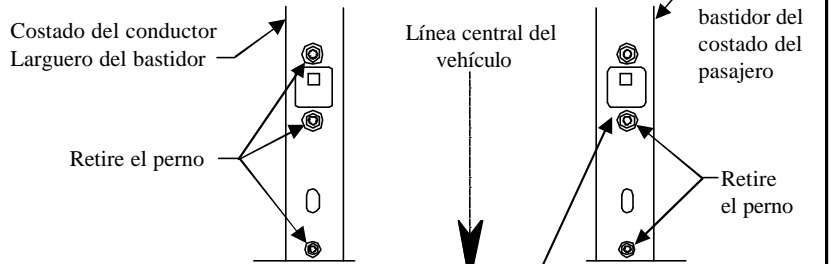
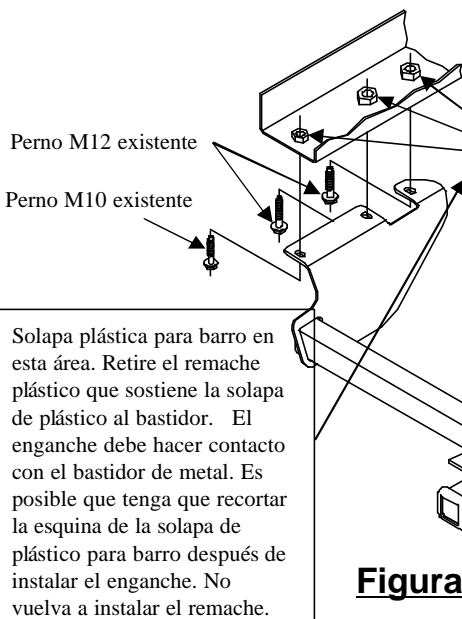

Figura 2
Figura 1
2. Retire los pernos existentes de los largueros del bastidor como se muestra en la Figura 2, (3) en el costado del conductor, (2) en el costado del pasajero y retenga para la instalación del enganche.
3. Retire el remache plástico que sostiene la solapa de plástico para barro al bastidor del lado del conductor. Es posible que tenga que recortar el plástico después del paso (4). No reinstalará el remache plástico.
4. Levante el enganche a su posición como se muestra en la Figura 1 y una con los pernos existentes que se retiraron en el paso 2. Apriete a mano.